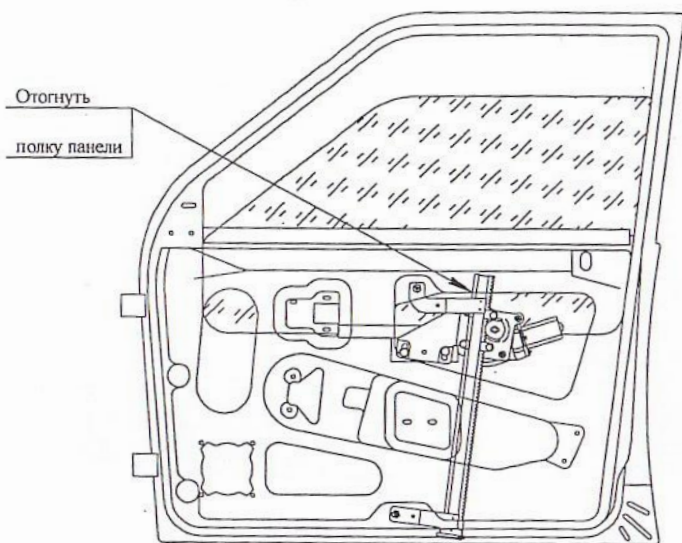

Рис.10
- 6.8 Установка ЭСП в дверь (расположение ЭСП в двери показано на рис. 10):